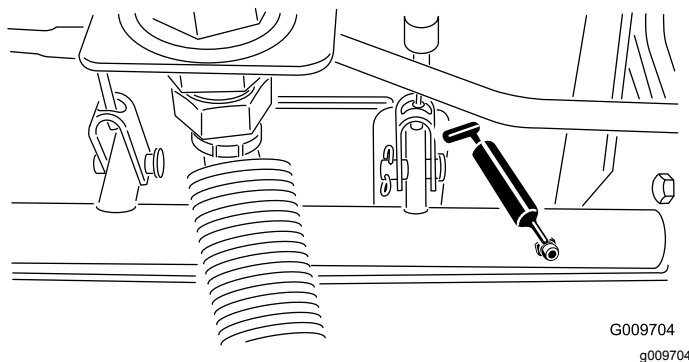

Figura 46
- Cojinetes del pivote del eje de freno (5) (Figura 46)